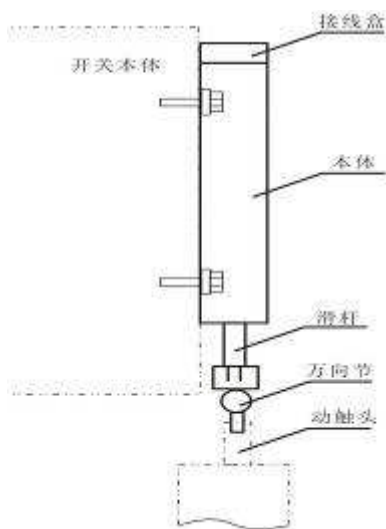

图 4 位移传感器安装示意图
- 1、安装本体由夹板经中间连接夹具（夹具由使用方另行制作，如果需要我公司制作传感器支架，用户需要提供断路器的有关图纸）固定在断路器本体上，滑杆经万向节连接在断路器动触头上。（见图 4）